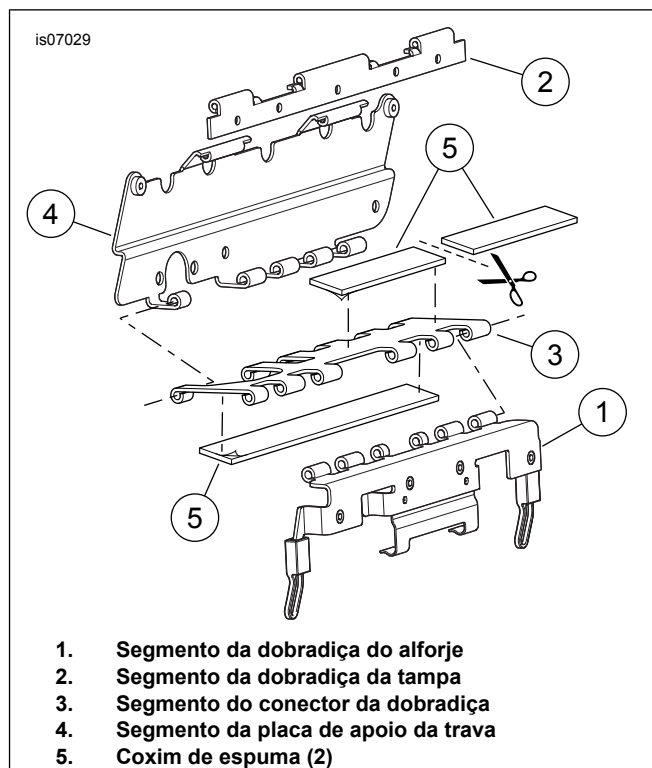

Figura 4. Instalação dos coxins de espuma na dobradiça da trava do alforje (lado esquerdo exibido)
Veja Figura 4. A dobradiça da trava do alforje é exibida com os pinos removidos para maior clareza.
15. Pegue dois coxins de espuma (Figura 7, item 12) do kit. Corte uma peça ao meio, conforme exibido em Figura 4. Remova o forro da parte traseira adesiva do coxim **não cortado** e fixe no lado liso do segmento do conector da dobradiça da trava (3). Remova a película da parte traseira adesiva de um coxim cortado e fixe no lado da dobradiça do segmento do conector da trava, conforme exibido.